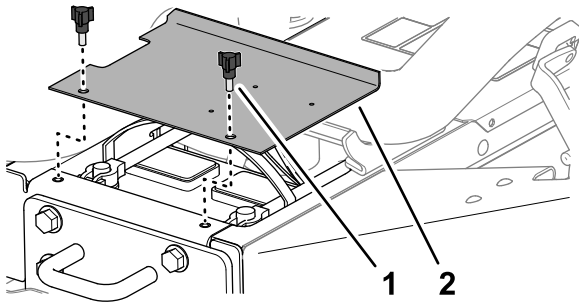

Figura 4
1. Rimuovete le 2 manopole che fissano il coperchio della batteria alla macchina, quindi rimuovete il coperchio (Figura 4).